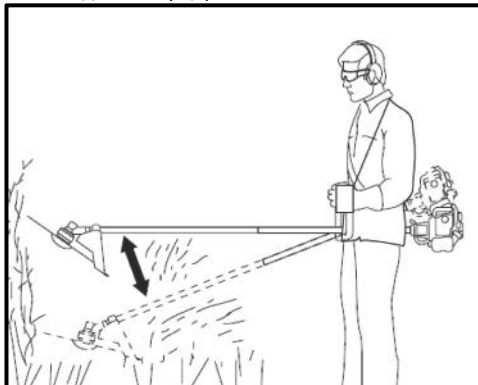

Рис. 32
- При розчищенні території від очерету, заростей бур'яну та чагарнику із діаметром стебла не більше 20 мм використовуйте ріжучий ніж 40Т, 3Т, 4Т. Зрізайте очерет і чагарник невеликими частинами зверху вниз, як зображено на Рис. 32. Використання кущоріза для зрізання чагарнику, який має товщину стебла більше ніж 20 мм, може призвести до травмування користувача та/або пошкодження кущоріза.